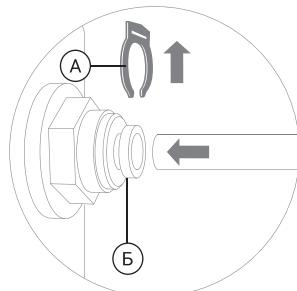

Рис. 10
14. Отсоедините стопорную клипсу (А), затем вставьте до упора в фитинг трубку, продев ее через цанговое кольцо (Б) (рис. 10). Для герметизации соединения приложите дополнительное усилие, при этом трубка утапится еще примерно на 3 мм и будет плотно обжата резиновым кольцом.